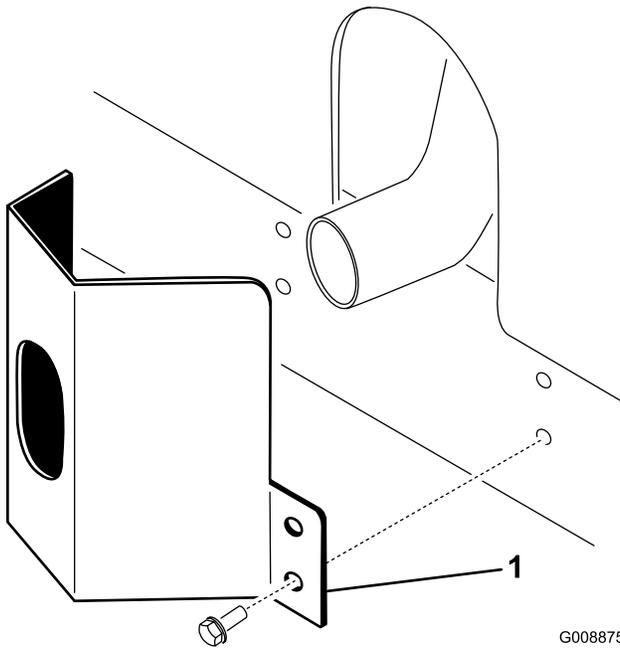

図 10
- フレームについている取り付け穴に合わせてマフラー部にガードを取り付ける 図 10。
2. タップねじ本で固定する 図 10。